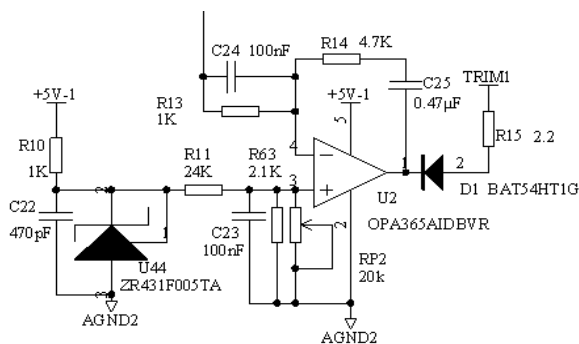
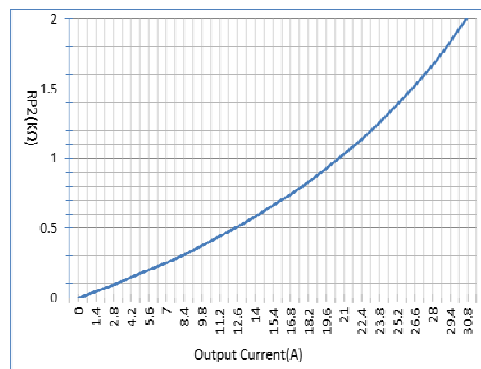

图13 恒流充电电路
图14 RP2的阻值随输出电流的变化关系曲线
- (1) 通过更改图13中RP2的阻值可改恒流的电流范围。当RP2阻值为387Ω时，恒流电流为10A；RP2阻值为965Ω，恒流电流为20A；RP2阻值为1.69KΩ，恒流电流为28.1A，RP2的阻值从最小到最大变化时，电流范围为0A-28.1A（可见图14），最大不超28.1A，即RP2最大阻值为1.69KΩ。